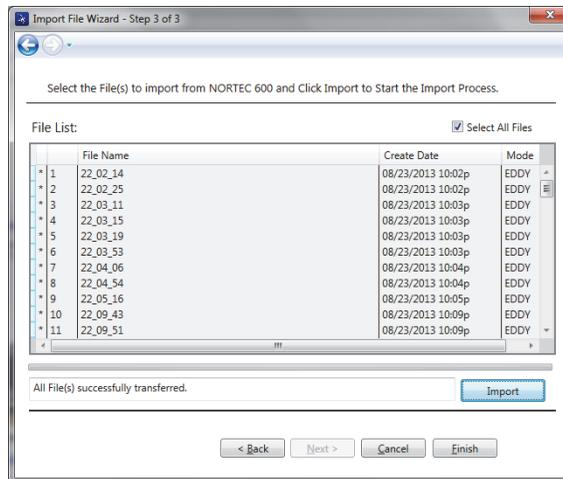

Figura 6-5 Il completamento del processo di trasferimento Import File Wizard
4. Dopo che tutti i file sono stati trasferiti, cliccare su **Finish** (termina) per uscire dalla Procedura guidata (vedere Figura 6-5 a pagina 322).